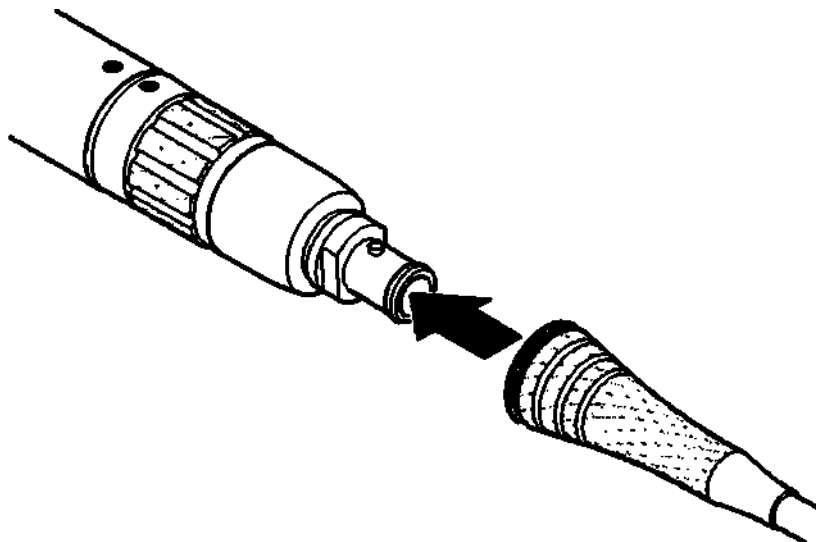

Рисунок 2 – Наденьте трубку с носиком на муфту
2. Совместите один из пазов внутри трубки с носиком с установочным штифтом на втулке и наденьте трубку с носиком на втулку до щелчка (Рисунок 2).